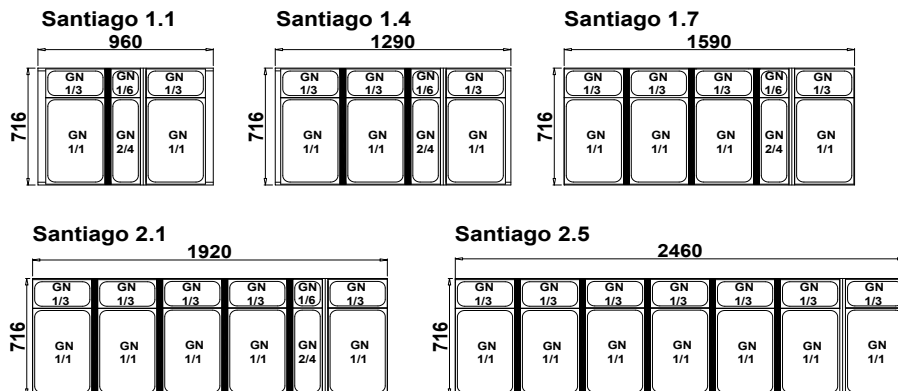

Рис.2 Расположение контейнеров GN в «Santiago Gastro»
5. (Касается только витрин «GASTRO») поместить в витрине универсальную ванну для салатов. В модульной ванне разместить перекладки под контейнеры GN, а затем разложить контейнеры GN согласно Рис.2 (стр.41)